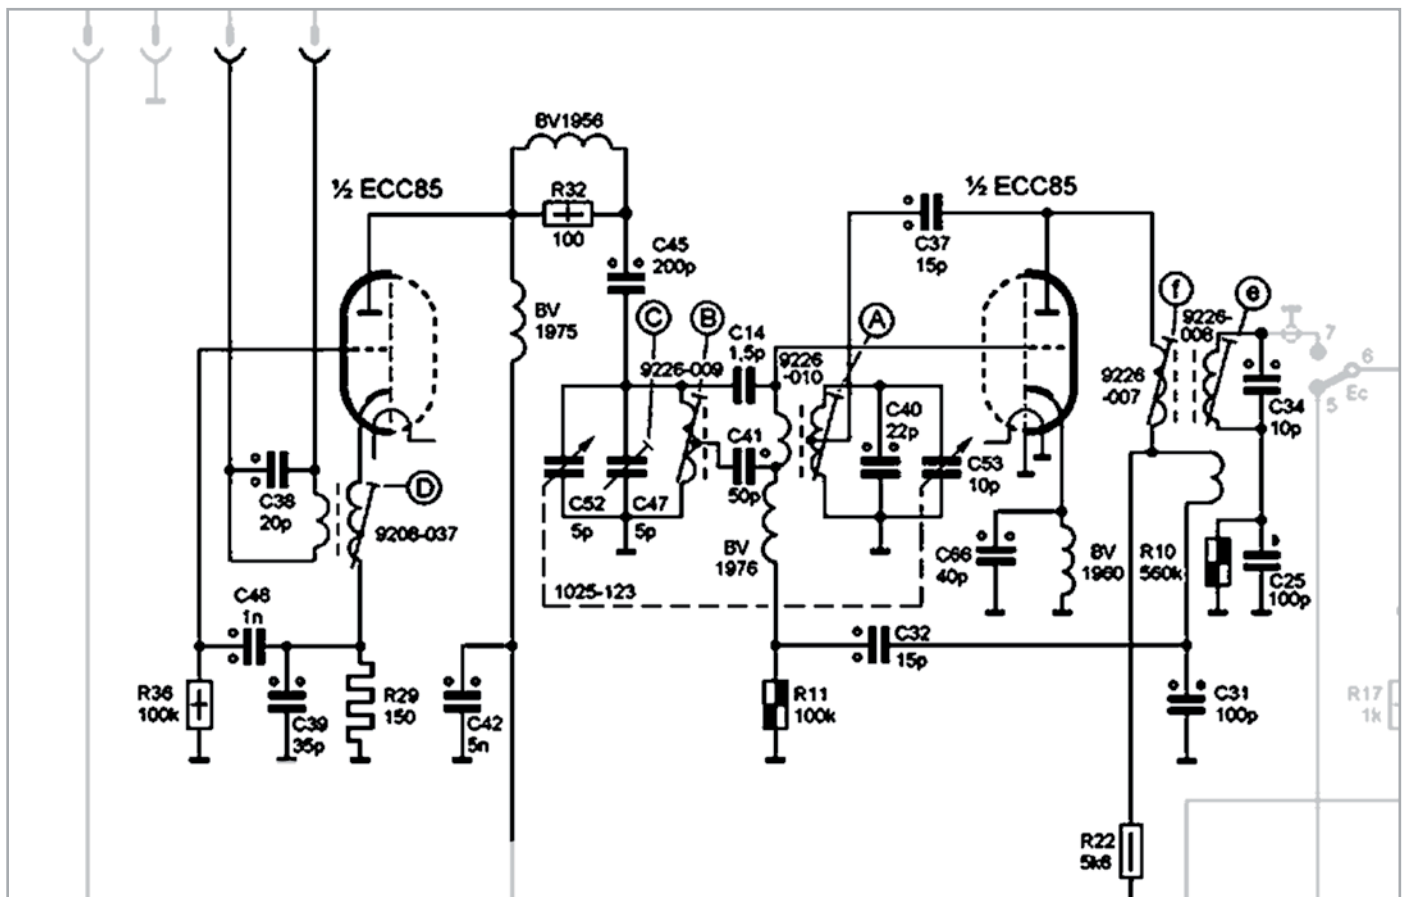

Bild 3: Schaltplan des UKW-Frontends
Bild 3 zeigt den Schaltplan des UKW-Frontends in unserem Radio, und auf den ersten Blick scheint der Aufbau nicht allzu kompliziert zu sein. Die Schaltung besteht aus einem Hochfrequenz-Eingangsfiler (HF) und einem Verstärker (die eine Hälfte der ECC85-Röhre), der durch einen Kreis unseres Doppeldreh-Abstimmkondensators abstimbar ist. Diese Stufe funktioniert genau wie das Mittelwellen-Gegenstück,